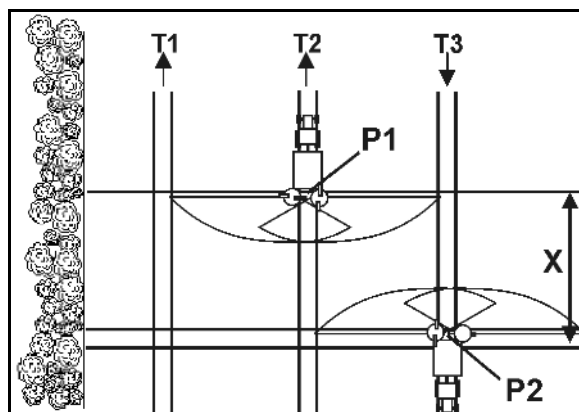

Fig. 88
- Deschideți vana de închidere după pornirea în deplasare pe cărarea tehnologică în punctul P1 (Fig. 88), atunci când discurile de împrăștiere sunt depărtate la distanța X de cărarea tehnologică a zonei capetelor de rând.
- Închideți vana glisantă înainte de ieșirea din cărarea tehnologică în punctul P2 (Fig. 88), atunci când discurile de împrăștiere se află la înălțimea primei cărări tehnologice a zonei capetelor de rând.